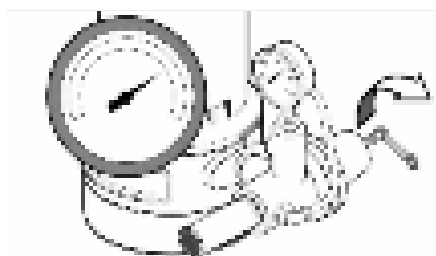

Figure 14A : Ouvrir la soupape de régulation
4. Une fois que la pompe a été amorcée et que la pression s'est stabilisée, ouvrez lentement la soupape de régulation (en tournant dans le sens inverse des aiguilles d'une montre – figure 14A) jusqu'à ce que la pression diminue (l'aiguille du manomètre oscille; la pompe pourrait devenir bruyante – voir la figure 14B). À ce stade, fermez légèrement la soupape de régulation (en tournant dans le sens des aiguilles d'une montre) jusqu'à ce que la pression se stabilise. Ce réglage permet d'obtenir un débit maximal (figure 14C).